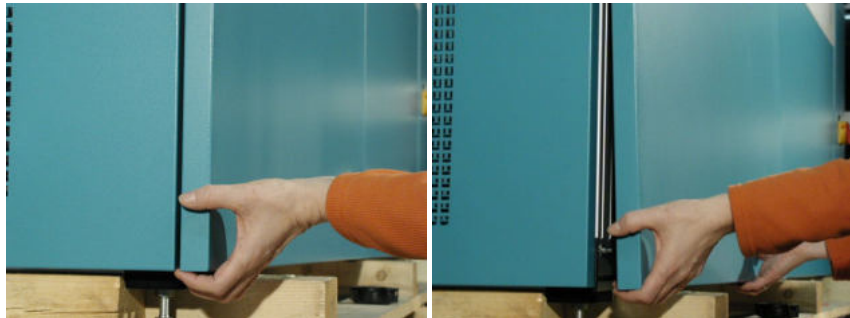

Abbildung 44: Entfernen des Verkleidungsbleches der CDF-Anlage.
Der Aggregateteil ist durch das Entfernen der Verkleidungsbleche zugänglich. Diese sind mit Federlaschen befestigt. Zum Entfernen eines Verkleidungsbleches greifen Sie das Blech von unten und ziehen Sie ruckartig nach außen (Abb. 44).
- Entfernen Sie die Seitenabdeckung der Anlage (siehe Abb. 44).